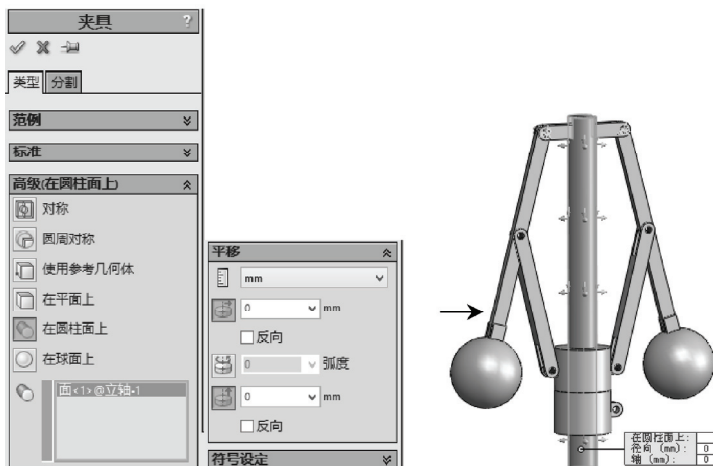

图 9-36 设置“在圆柱面上”夹具操作
STEP 10 右键单击“算例”树中“夹具”项，在弹出的快捷菜单中选择“高级夹具”菜单项，打开“夹具”属性管理器，选择“在圆柱面上”按钮，选择“立轴”柱面，并单击“径向”和“轴”按钮，添加此高级约束，如图 9-36 所示。